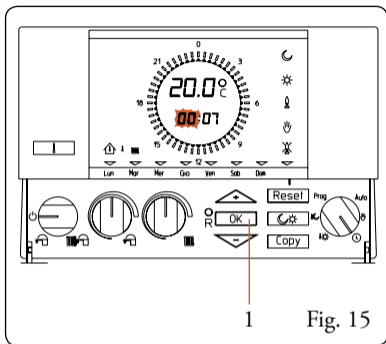

Fig. 15
- Premere i pulsanti  o  fino a raggiungere il valore esatto dei minuti (Fig. 15).
- Premere il pulsante  per confermare (Fig. 15 pos. 1).